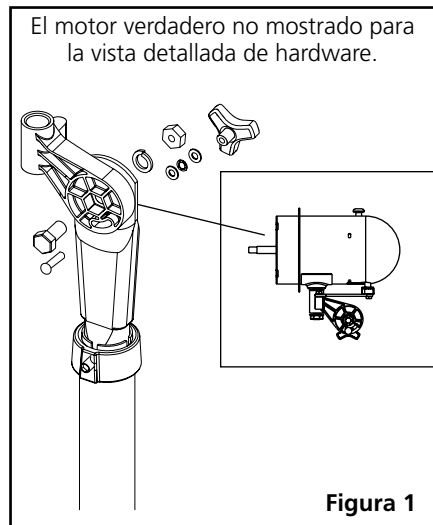

Figura 1
1. Coloque la sección plana en el tubo superior de la columna, junto al cuello del motor. Alinee el orificio de 1/2 pulg. de diámetro en la sección plana del tubo superior de la columna con el orificio de 1/2 pulg. de diámetro en el motor. **(Figura 1)**
2. Instale el perno hexagonal de 1/2 X 1 pulg. (cabeza de 3/4 pulg.) a través del cuello del motor y el tubo superior. Coloque la arandela hendida de retención de 1/2 pulg. de diámetro y luego la tuerca hexagonal de 1/2 pulg. de diámetro (cabeza de 3/4 pulg.) y apriete firmemente con una llave ajustable. **(Figura 1)**
3. En el mismo costado del cuello del motor, instale un perno de carrocería 1/4-20 X 1 5/8 pulg. a través de la ranura en forma de arco del cuello del motor y en el orificio en el tubo superior de la columna. **(Figura 1)**